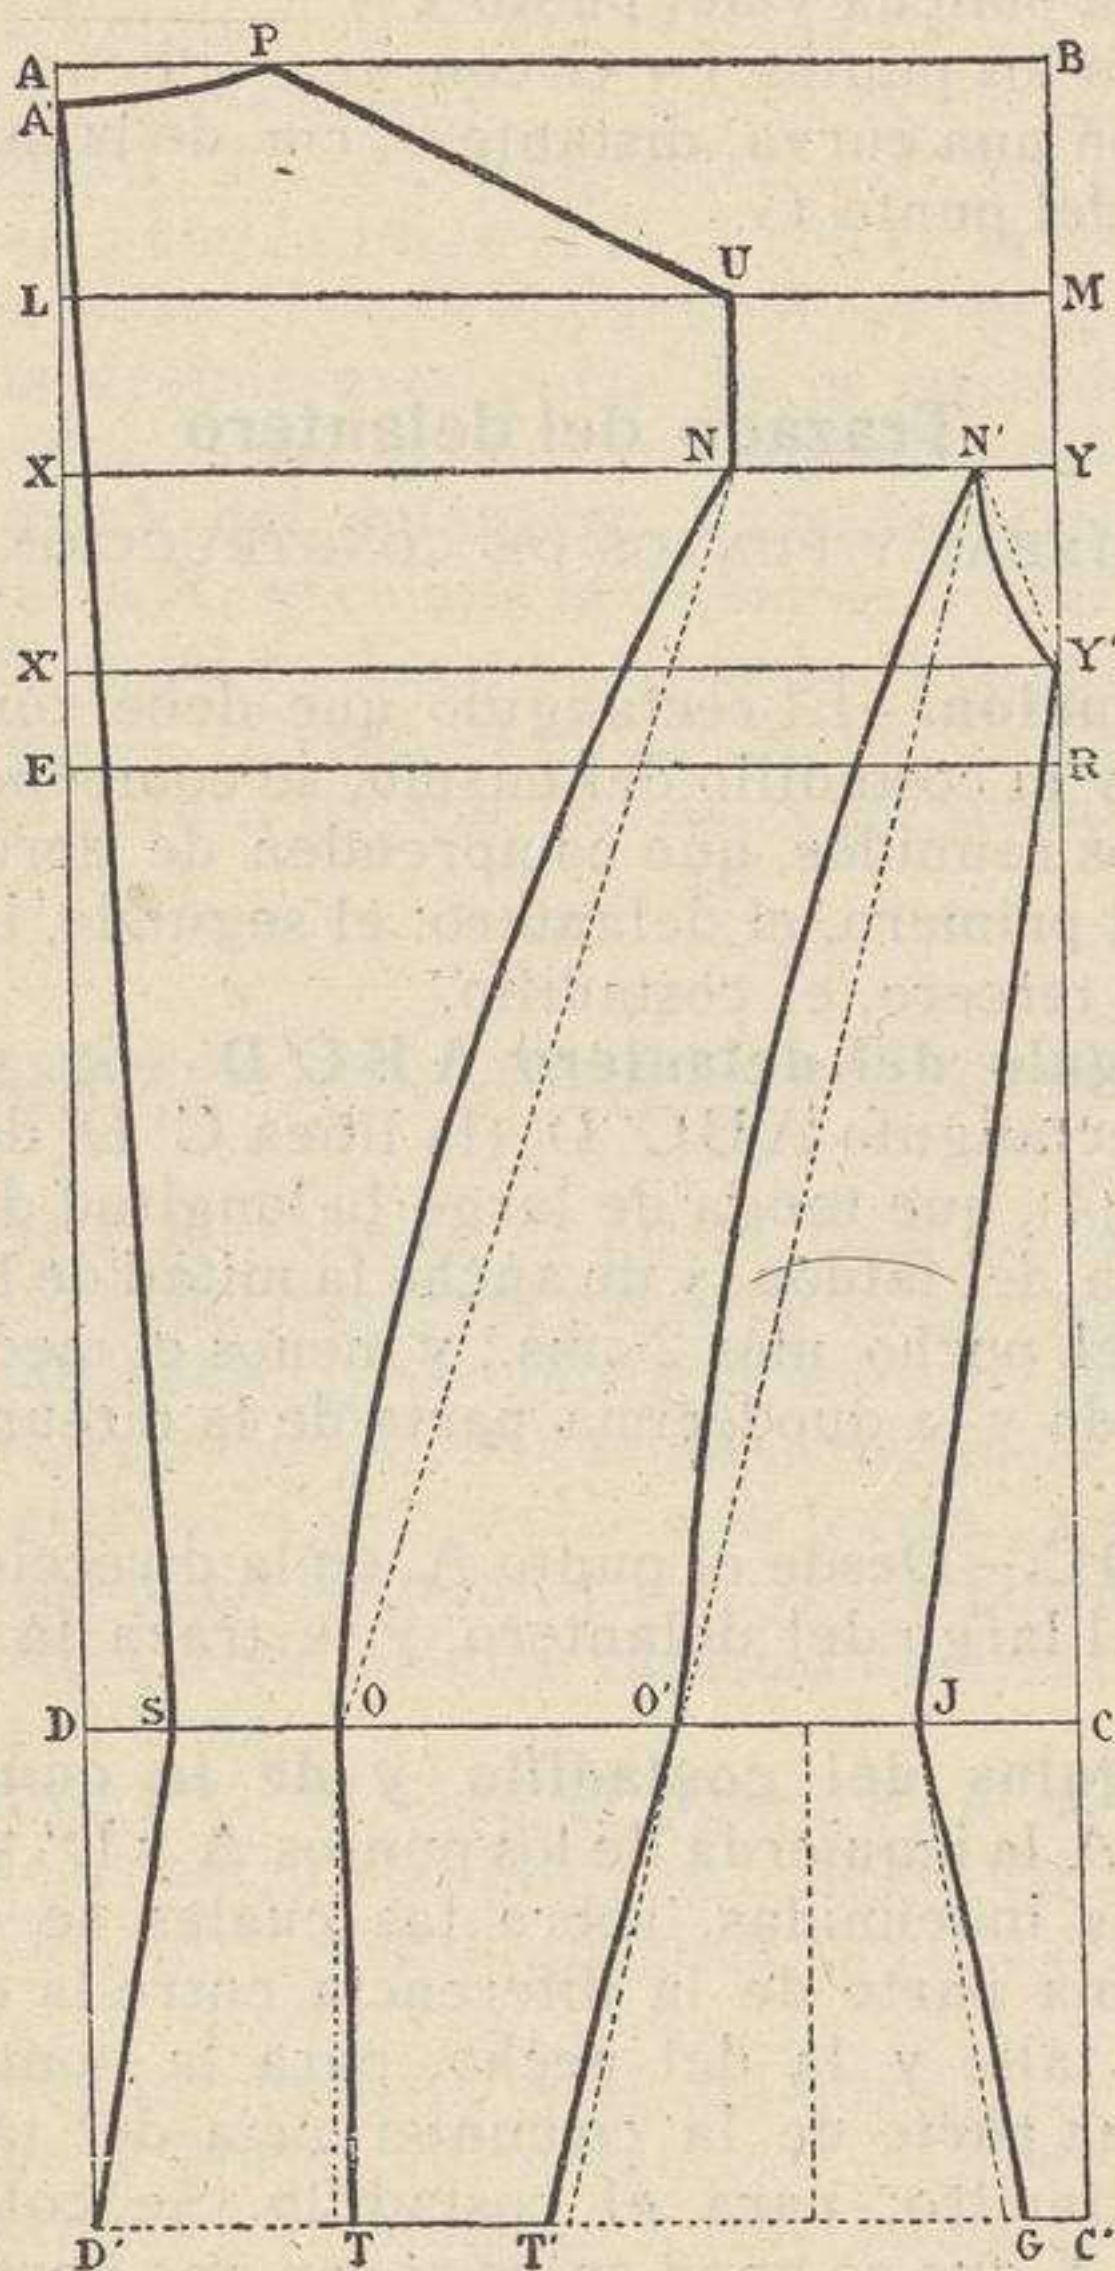

Fig. 60 ( $\frac{1}{3}$  del tamaño real).— Espalda y costadillo del abrigo.
**Rectángulo A B C' D'** (fig. 60).—Se traza un rectángulo A B C' D' (1), cuyo largo sea la longitud de la espalda, más la longitud que se quiera dar al faldón (de 12 á 15 cms.) y que tenga de ancho el medio ancho de la espalda más 8 cms.